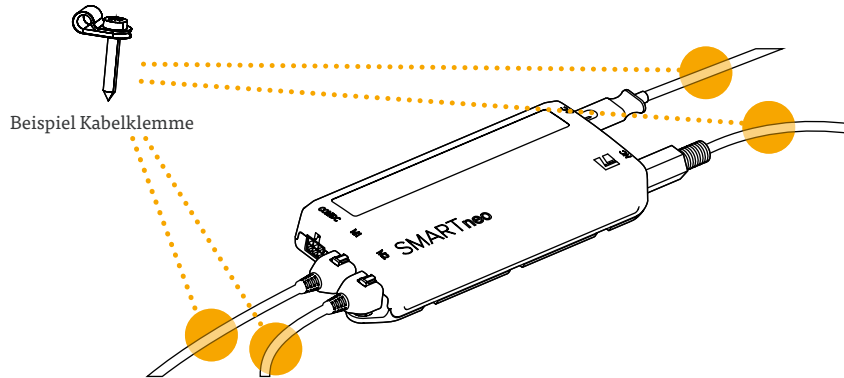

Abb. 5: Positionierung der Kabelklemmen
4. Befestigen Sie die Kabelklemmen etwa 10 cm entfernt von etwaig verwendeten Anschlüssen (Abb. 5).